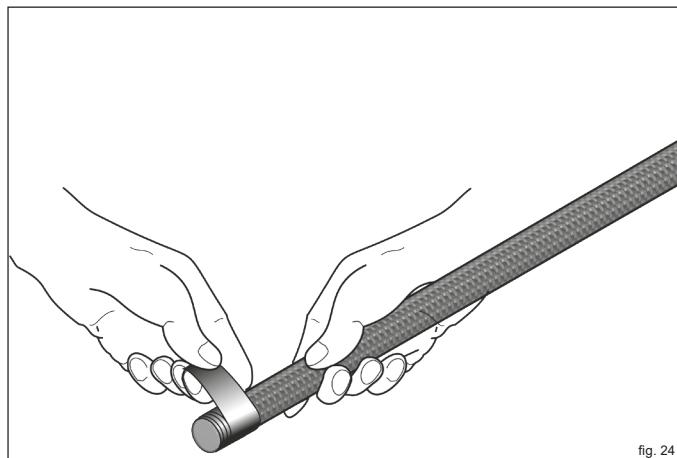

fig. 24
- Avvolgere la nuova guarnizione con il nastro di rame da un lato con una lunghezza di circa 3 cm (fig. 24).